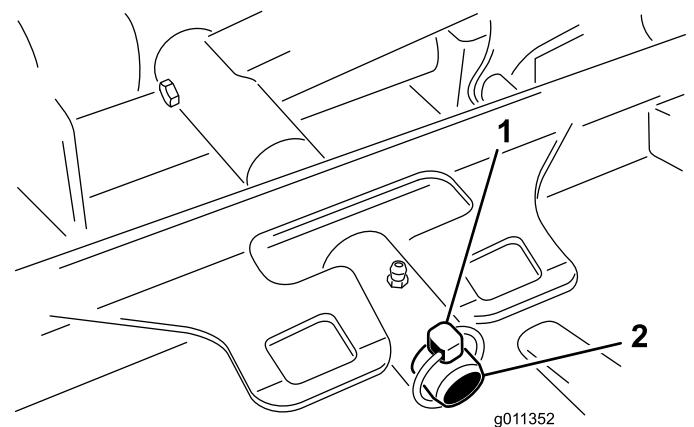

図 82
3. デッキのキャリアフレームを昇降アームのピボットピンに固定しているリンチピンを外すグランドマスター4700のみ図82。
3. デッキのキャリアフレームを昇降アームのピボットピンにセットする。リンチピンまたはリテーナナットで固定するグランドマスター 4700のみ 図 82。